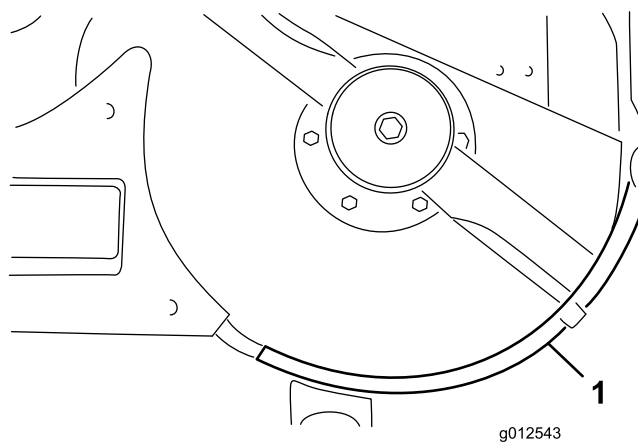

図 15
10. 左シェルフをデッキに取りつけるボルト 1/4-20 x 1 インチ 2本、ボルト 3/8 インチ 1本、ロックナット 3個を使用する 図 15。ボルトは、頭部がデッキの内側にくるように取り付ける。